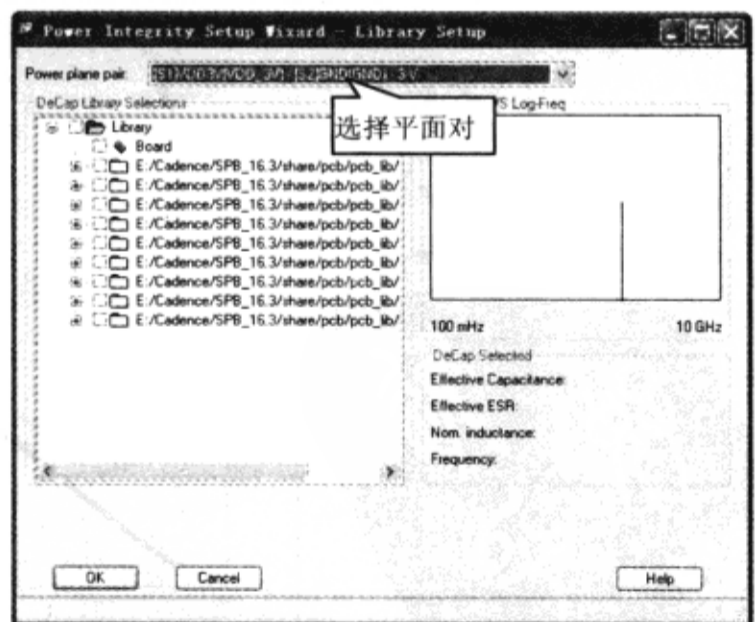

图 8-8-60 选择平面对
(5) 在“Power Integrity Setup Wizard-Library Setup”对话框的“Power plane pair”栏中选择“[S1]VDD3(VDD\_3) - [S2]GND(GND) - 3V”，如图 8-8-60 所示。